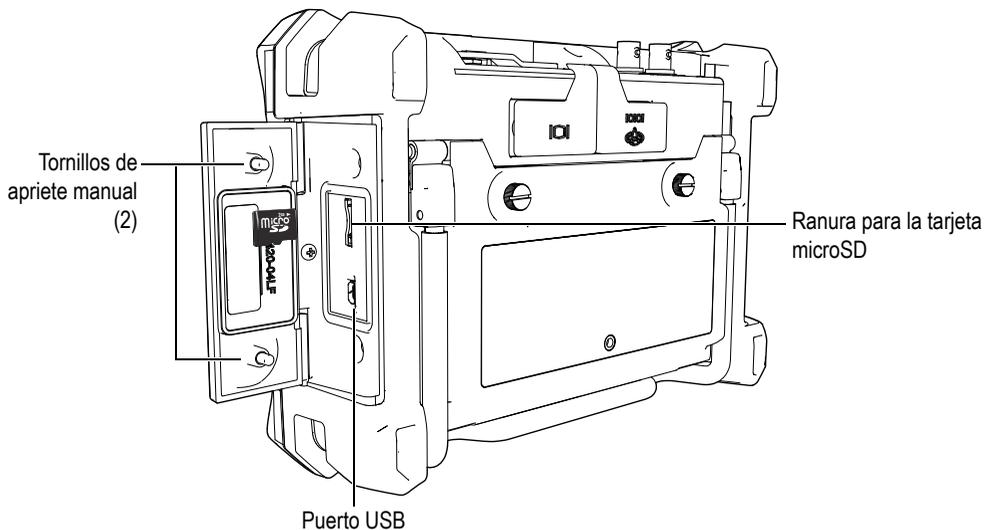

Figura 1-12 Puerta lateral
2. Desatornille los dos tornillos de apriete manual y abra la puerta lateral del EPOCH 600 (véase la Figura 1-12 en la página 28).
4. Deslice con cuidado la tarjeta en la ranura hasta escuchar un clic (véase la Figura 1-12 en la página 28).